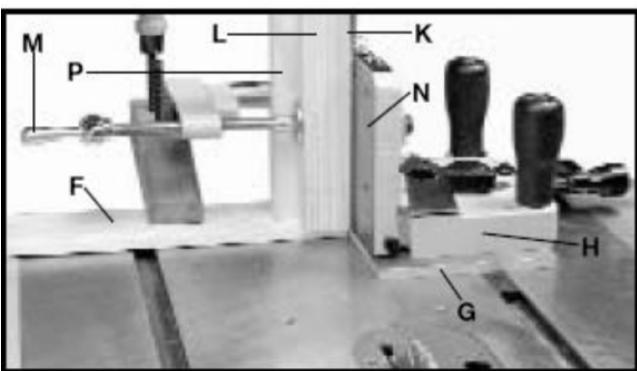
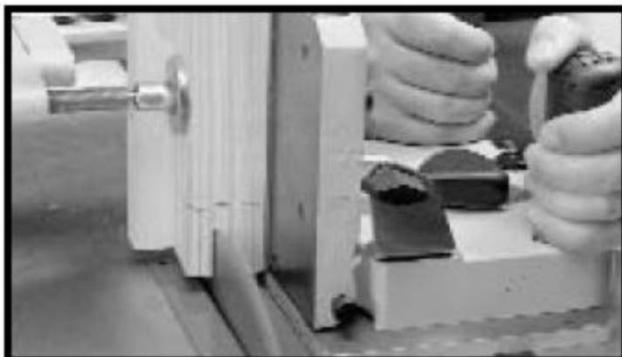
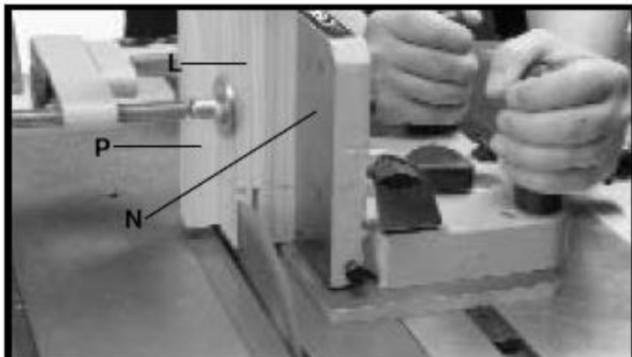
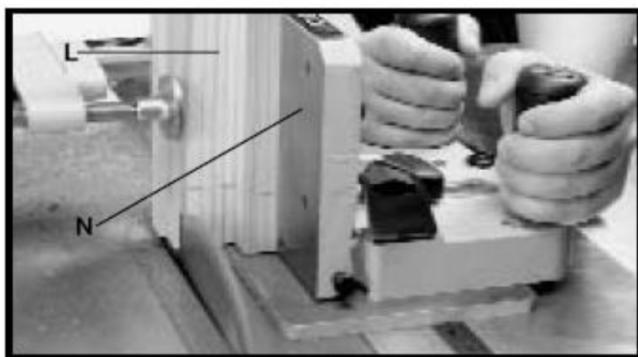

Рисунок 29
Рисунок 30
Рисунок 31
Рисунок 32
ВНИМАНИЕ: ДЕРЖИТЕ РУКИ НА РУКОЯТКАХ УСТРОЙСТВА ПРИ ВЫПОЛНЕНИИ ПРОПИЛОВ (СМ. РИС. 30 И 31).
Существует несколько способов вырезания элементов шипового соединения «в гнездо». Следующая информация отображает один из наиболее простых и безопасных методов. При этом методе сначала выполняются торцевые резы, а затем – боковые. Упор основания (F), Рис. 29, имеющий ту же толщину, что и пластина основания (G) шипорезного устройства (H), и разделительный блок (K), равный суммарной толщине шипа и пильного диска, сделают операцию более эффективной. Этот метод устраняет возможные ошибки, связанные с разницей в толщине заготовок, и предотвращает попадание вырезаемых кусков древесины между пильным диском и вертикальным упором (N).
- Прижмите упор основания (F), Рис. 29, имеющий ту же толщину, что и пластина основания (G) шипорезного устройства (H), к столу станка, как показано на рисунке, так, чтобы шипорезное устройство могло перемещаться, не касаясь его.
- Изготовьте разделительный блок (K), Рис. 29, равный суммарной толщине шипа и пильного диска.
- С шипорезным устройством (H), Рис. 29, расположенным в передней части стола и над упором основания (F), поместите разделительный блок (K) и заготовку (L) в струбцину и зажмите их, вращая рукоятку струбцины (M). Убедитесь, что обе деревянные детали прижаты к вертикальной опорной пластине (N) и упорному брускю (P), как показано на рисунке.
- Аккуратно переместите шипорезное устройство (H), Рис. 29, подводя деревянную заготовку к пильному диску. Настройте шипорезное устройство (H) по отношению к пильному диску для выполнения первого торцевого реза. Затем верните шипорезное устройство в переднюю часть стола.
6. Включите станок и произведите первый конструктивный угловой пропил, как показано на Рис. 30, медленно подавая шипорезное устройство к пильному диску до тех пор, пока пильный диск не выйдет с обратной стороны заготовки. Выключите станок и дождитесь полной его остановки, затем медленно верните шипорезное устройство в положение, показанное на Рис. 29.
7. Ослабьте струбцину (M), Рис. 29, достаньте разделительный блок (K) и зажмите заготовку (L), Рис. 31, в струбцину, не меняя ее положения относительно вертикального упора (N) и упорного бруска (P), как показано на рисунке. Включите станок и выполните второй конструктивный рез.
8. Установите заготовку (L) в шипорезное устройство, как показано на Рис. 32, и настройтесь на выполнение третьего и четвертого внешнего реза. Включите станок и выполните внешние резы (запилы) точно так же, как вы выполняли конструктивные резы. **ПРИМЕЧАНИЕ:** при выполнении внешних резов нет нужды использовать разделительный блок (K), Рис. 29, так как разница в ширине внешних выступов не так критична, по сравнению с конструктивными выступами. Всего лишь разверните заготовку на 180 градусов.